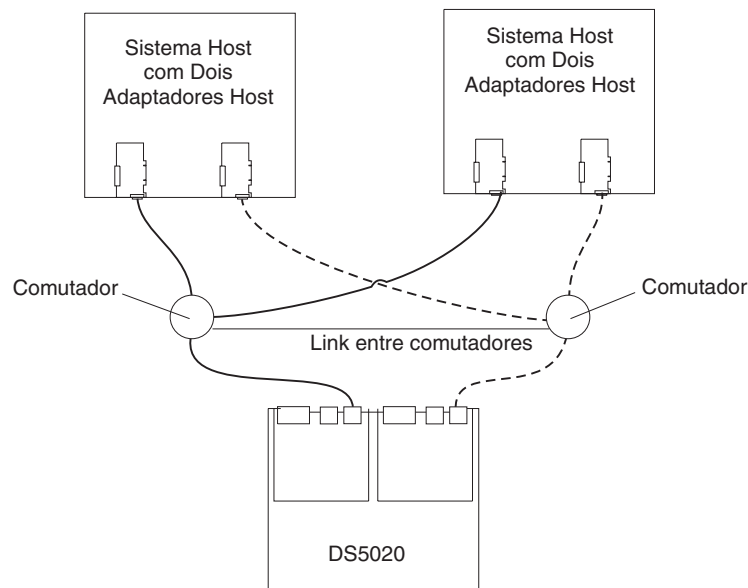

Figura 57. Exemplo de uma Configuração de Malha SAN Única
- Configuração de malha SAN simples, conforme mostrado na Figura 57 na página 93
Na Figura 57, os comutadores Fibre Channel são conectados juntos através do ISL (Inter-Switch Link) para formarem uma única malha SAN.